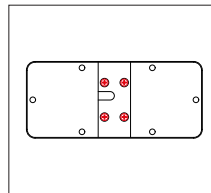
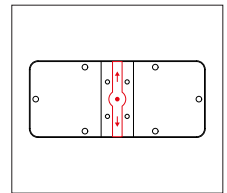

Abb. 3: Grundplatte
Abb. 4: Kabelführung
1. Entscheiden Sie sich, in welche Richtung Sie das Kabel aus dem Ventilblock führen möchten. Durch Entfernen der Grundplatte (Abb. 3) kann das Kabel entsprechend positioniert (Abb. 4) und fixiert werden.